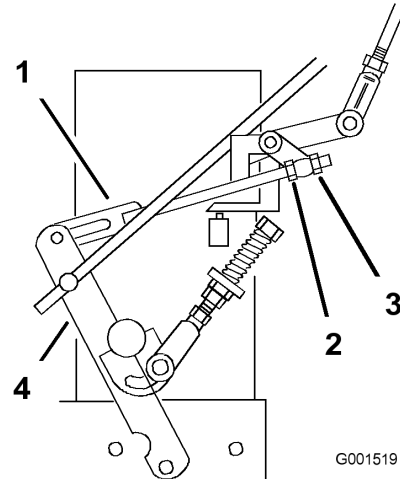

Figure 38
- Desserrez l'écrou de réglage avant sur la timonerie de commande hydraulique gauche, comme illustré à la Figure 38.
- Tournez l'écrou de réglage gauche dans le sens anti-horaire jusqu'à ce que la roue tourne en avant (Figure 38).
- Tournez l'écrou de réglage arrière dans le sens horaire 1/4 de tour à la fois. Déplacez ensuite le levier de changement de vitesse en avant et ramenez-le au point mort. Répétez cette opération jusqu'à ce que la roue gauche arrête de tourner en avant (Figure 38).